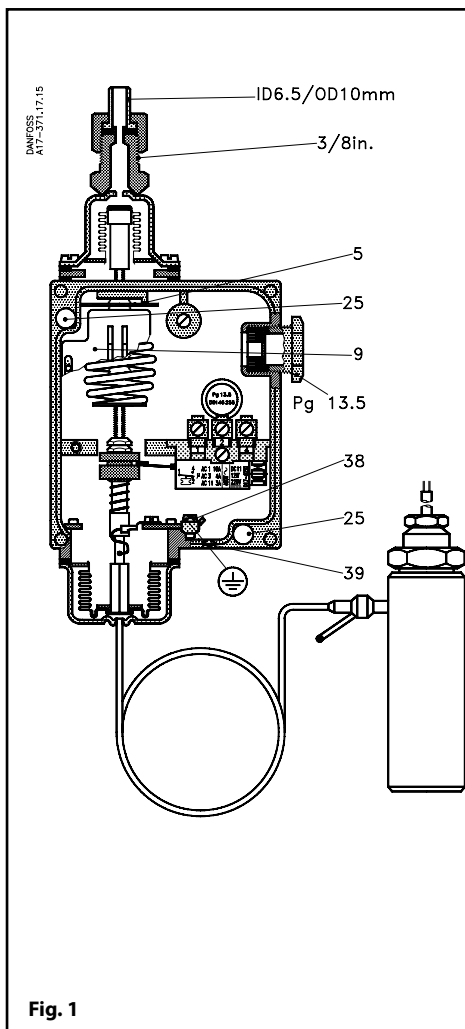

Fig. 2
a. Sikkerhedsafbryder (fig. 2):